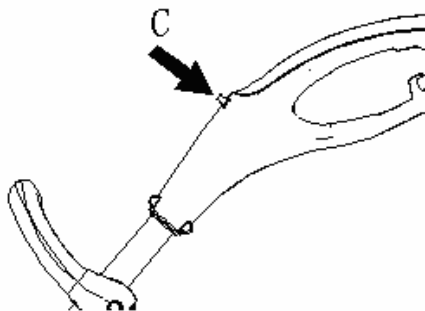
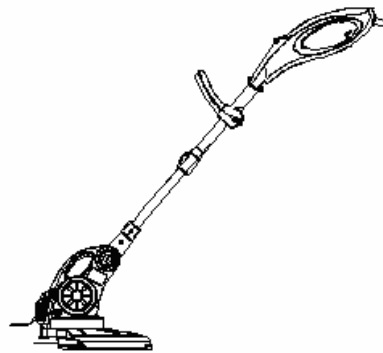
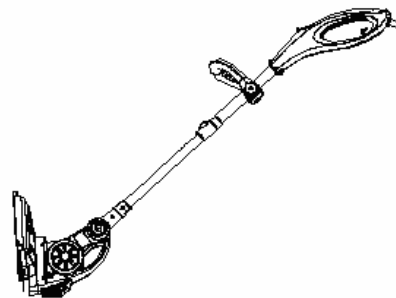

Fig. 8
Fig. 9 (modo de recorte normal)
Fig. 10 (modo de recorte de bordes)
2. Apriete el botón de conversión a modo de recortador de bordes (C) (Fig. 8) y gire el conjunto de manija Hasta que encaje en su lugar. (Fig. 9 modo de recorte normal y Fig. 10 modo de recorte de bordes)